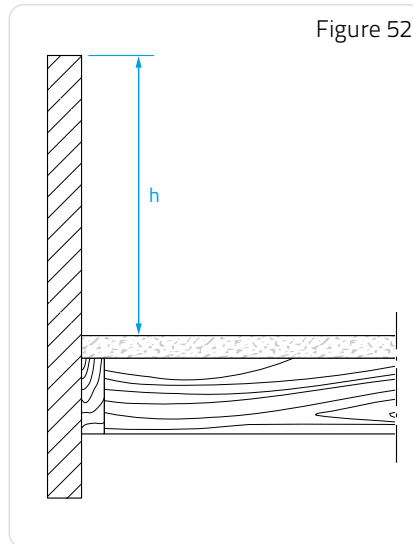

Figure 52
■ **Reliefs (supports de relevés) en climat de montagne (Figure 52).**